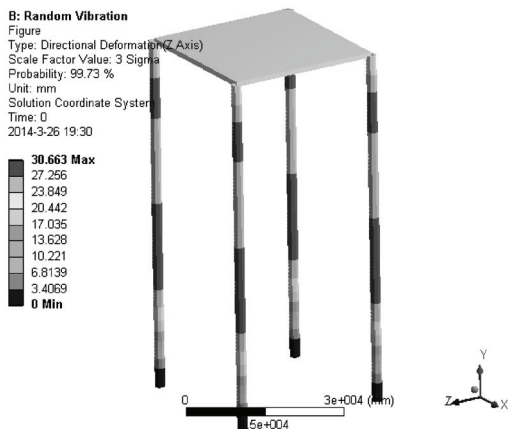

图 13-13 3 Sigma 变形云图
4) 在 Outline 树结构图中的 Directional Deformation 上单击右键，在弹出的快捷菜单中选择 Evaluate All Results，此时进行求解，求解后得到的图形如图 13-13 所示。